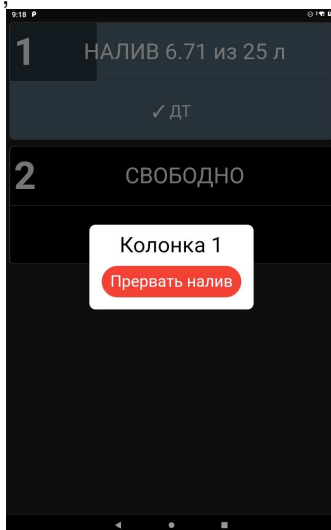

Рисунок 19
– для досрочного останова отпуска топлива необходимо нажать на строку той стороны ТРК, на которой нужно остановить налив и нажать "Прервать налив" (рисунок 19);